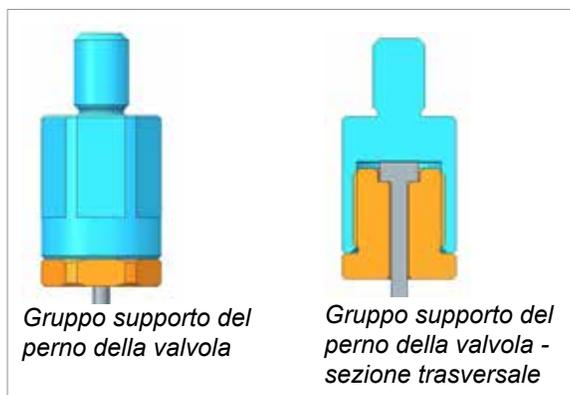

Figura 12-3 Gruppo supporto del perno della valvola
2. Installare questo gruppo sulla parte superiore del supporto del perno della valvola. Serrare a una coppia da 8 a 10 Nm [da 6 a 7 ft-lbs]. Vedere la Figura 12-3.